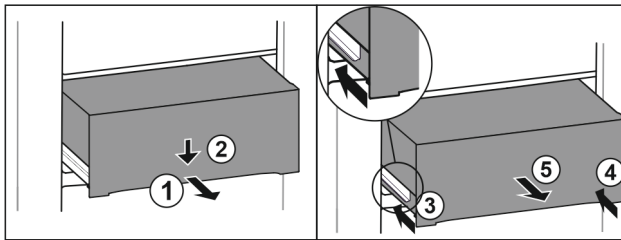

Fig. 135
- ▶ Вытяните выдвижной ящик наполовину. Fig. 135 (1)
- ▶ Вдавите выдвижной ящик в передней части вниз. Fig. 135 (2)
- ▶ Задвиньте левую направляющую прим. на 2 см. Fig. 135 (3)
- ▶ Задвиньте правую направляющую прим. на 2 см. Fig. 135 (4)
- ▶ Извлеките выдвижной ящик движением вперед. Fig. 135 (5)